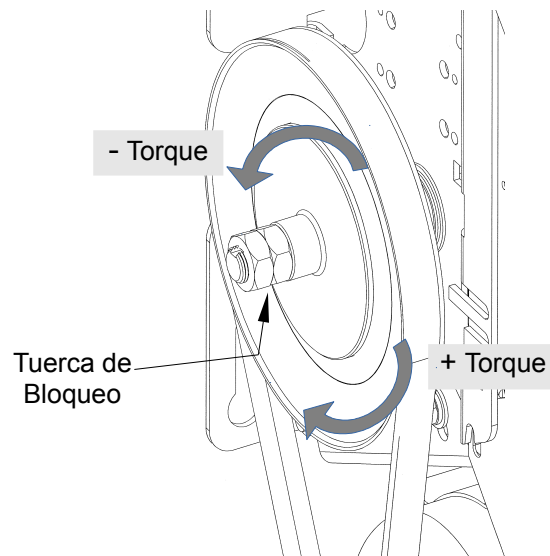

Figura 36 - Ajuste del Embrague
1. Abra las tuercas con (2) llaves 15/16", consulte la Figura 36.